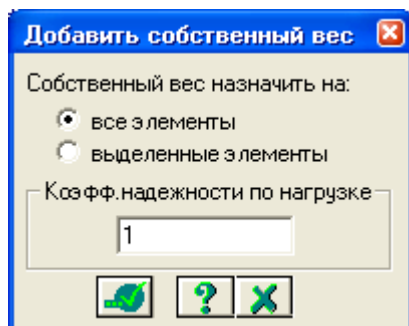

Рис.2.9. Диалоговое окно **Добавить собственный вес**
- Для задания нагрузки от собственного веса плиты, вызовите диалоговое окно **Добавить собственный вес** (рис.2.9) с помощью меню **Нагрузки ⇒ Добавить собственный вес**.